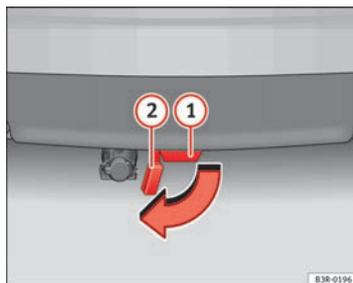

Abb. 166 Hinterer Stoßfänger: Verschlussdeckel öffnen
- Klappen Sie den Verschlussdeckel ② ⇒ Abb. 166 des Aufnahmeschachts ① unterhalb des Stoßfängers bis zum Endanschlag heraus. Der Verschlussdeckel verrastet am Endanschlag automatisch.